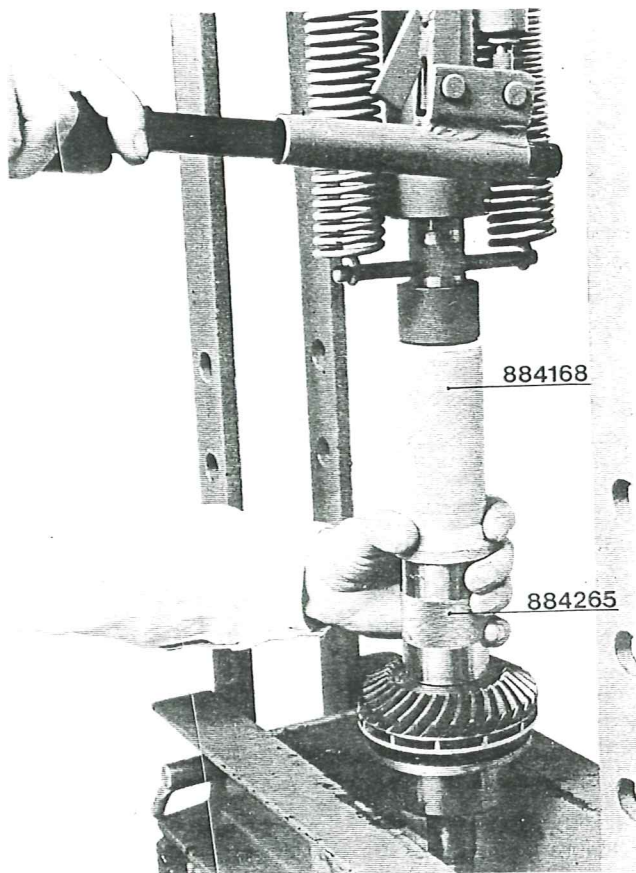
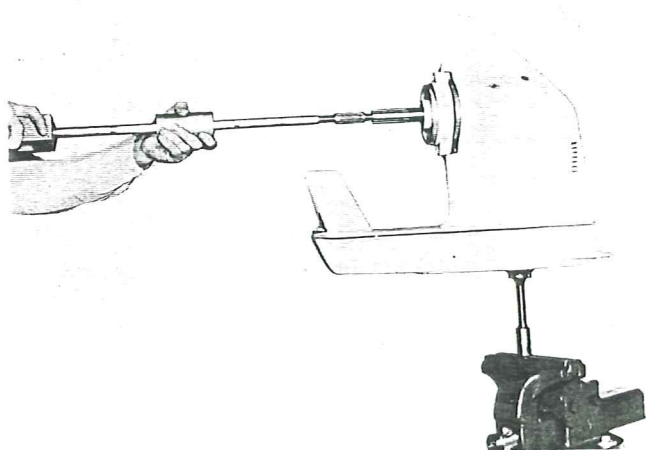

Fig. 30
Fig. 29
2. Skruva ur de två skruvarna (7, fig 59) som håller propellerlagerhuset (3). Demontera propelleraxeln (11) och propellerlagerhuset med hjälp av verktyget 884161, se fig. 29. När propellerlagerhuset har lossat skruvas verktyget av och propellerlagerhuset drages ur för hand. Finns ej ovannämnda verktyg sker demonteringen genom att man håller i propelleraxeln och slår med en gummiklubba på växelhuset tills propelleraxeln tillsammans med propellerlagerhuset lossnat från växelhuset.
3. Skruva loss brickan (26), 6 muttrar, från propellerlagerhuset och slå ur propelleraxeln ur lagerhuset.
4. Vik upp låsbrickan (20) och skruva loss rundmuttern (21) på propelleraxeln.
5. Pressa av kugghjulet (22) och lagret (19) från propelleraxeln samtidigt. Använd verktyg 884265 och 884168 fig 30.
6. Tag bort låsringen (23) och pumphjulet (25) från kugghjulet. Obs! För att inte skada pumphjulet vid demonteringen måste man bända intill de två drivpinnarna.
7. Slå ur de två tätningsringarna (32) ur propellerlagerhuset.